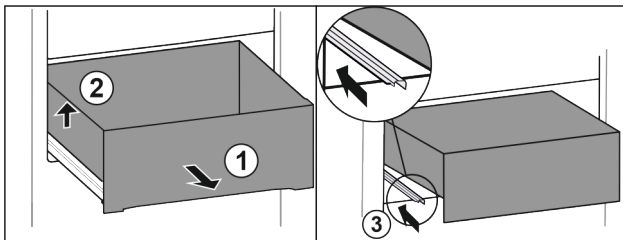

Fig. 62
- ▶ Tirer le tiroir jusqu'en butée. Fig. 62 (1)
- ▶ Soulever le tiroir sur la gauche. Fig. 62 (2)
- ▶ Rentrer le rail de gauche. Fig. 62 (3)